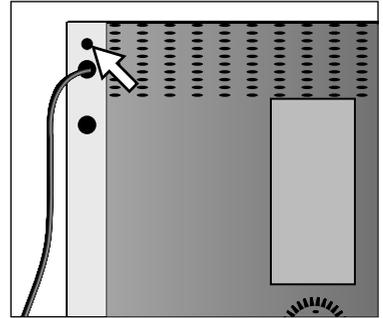

Fig. 23 Reposición del TB
2. La reposición del TB se realiza pulsando el botón fojo en la parte posterior del aparato (junto al cable de conexión a la red, Fig. 23). En este proceso deberá escucharse un sonido de encaje o bien un crujido de conexión.